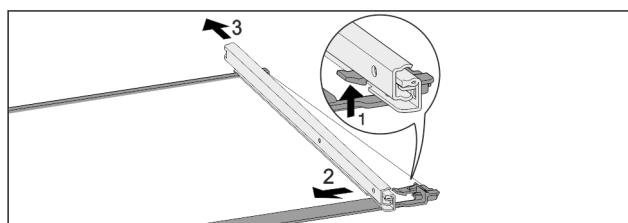

Fig. 122 Стеклянная пластина с направляющими
- Отожмите передний стопорный крючок вверх. Fig. 122 (1)
- Сдвиньте выдвижную направляющую в сторону Fig. 122 (2) и назад Fig. 122 (3).